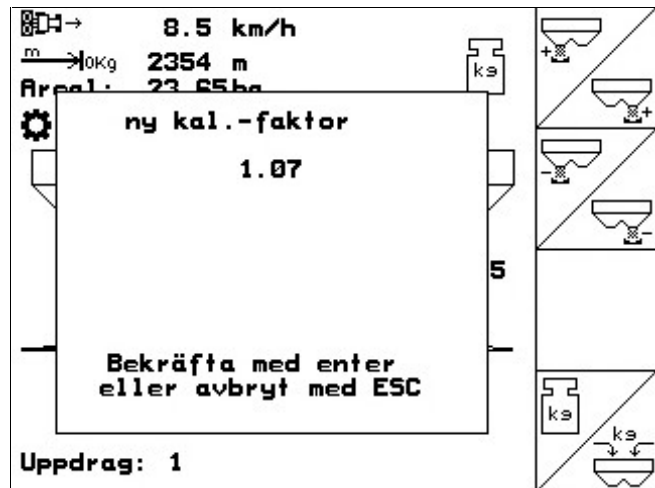

Fig. 39
- Den nya kalibreringsfaktorn visas och bekräftas med , eller raderas med  (Fig. 39).